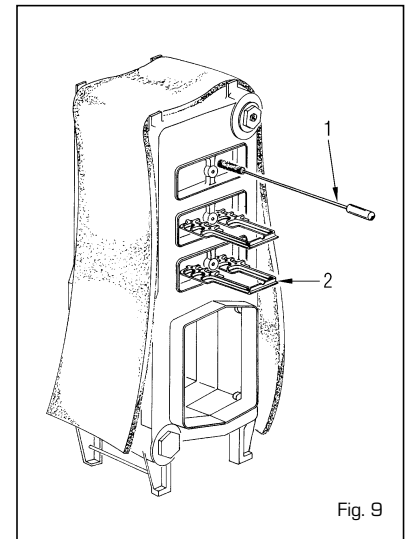

Fig. 9
9), efectuar el deshollinado y colocar los turbuladores en su posición inicial. La limpieza de los conductos de humos se realizará con un escobillón apropiado (1 fig. 9).